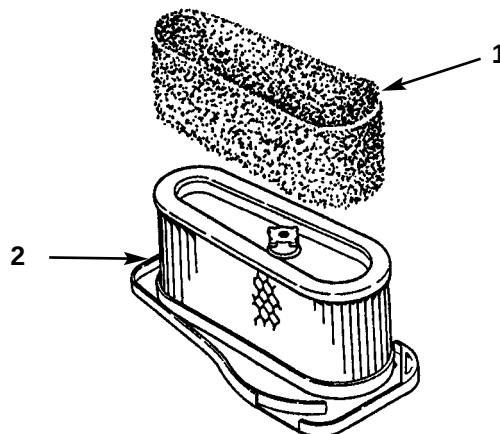

Fig. 29
4. Skub forsigtigt skumelementet af papirelementet (fig. 29).
1. Skub forsigtigt skumelementet på papirfilterelementet (fig. 29).